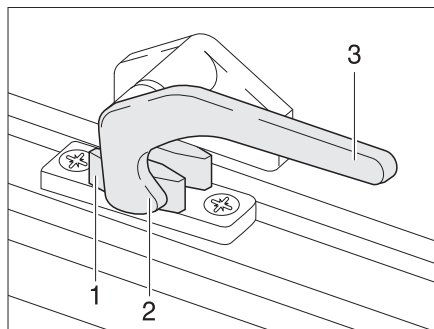

Fig. 33 Palanca de bloqueo en la posición de "cerrado"
- Girar la palanca de bloqueo (Fig. 33,3) un cuarto de vuelta hacia la mitad de la ventana.
- Girar la palanca de bloqueo (Fig. 33,3) un cuarto de vuelta hacia el marco de la ventana. El saliente de bloqueo (Fig. 33,2) se encuentra en la cara interior del bloqueo de la ventana (Fig. 33,1).
- En la posición "cerrada fijamente" (Fig. 33)